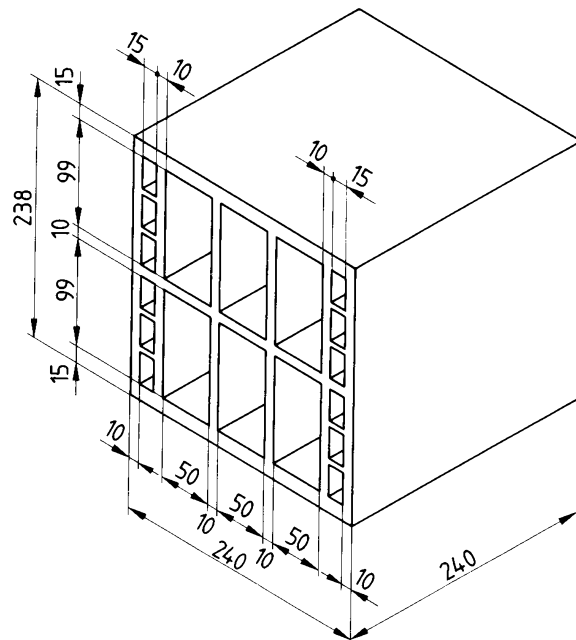

Bild 2. Leichtlanglochziegel 8 DF mit doppelter Außenwand
3.2.2 Bei Leichtlanglochziegeln, die in den Stoßflächen vermörtelt werden sollen, ist der ganze Querschnitt mit Kleinlochung (Einzelquerschnitt $\leq 6 \text{ cm}^2$) zu versehen, zumindest sind aber doppelte Außenwandungen mit dazwischenliegender Kleinlochung und einer Mindeststegdicke von 10 mm anzuordnen (siehe Bild 2).